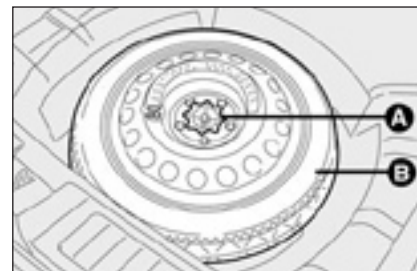

рис. 11
- Положите запасное колесо **В-рис. 11** в специальное место в багажном отделении и закрепите зажимом **А-рис. 11**.